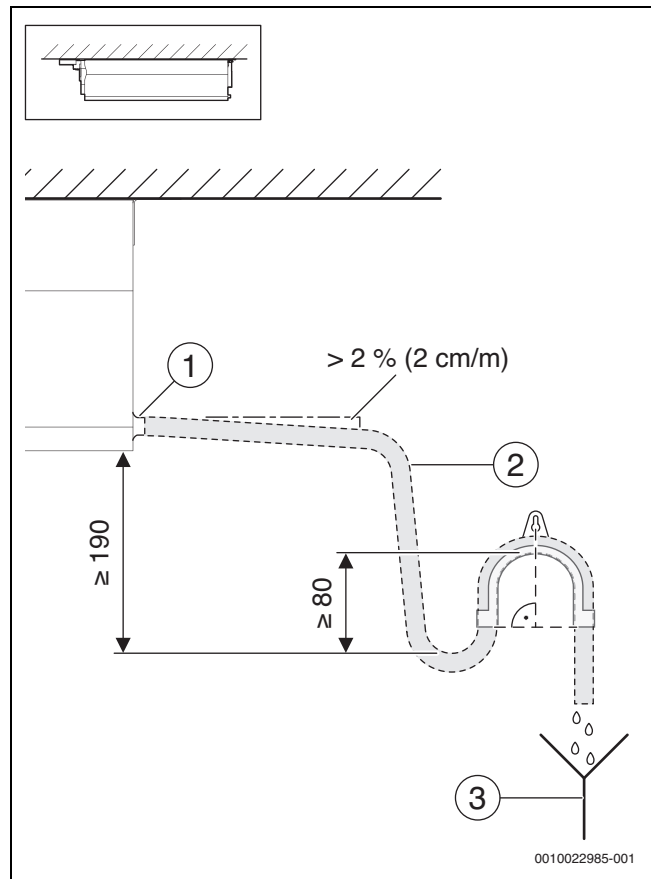

Bild 29 Kondensatableitung Deckeninstallation
- ▶ Siphon an geeigneter Stelle zwischen Gerät und Hauptsiphon anbringen. Siphon senkrecht montieren. Sperrhöhen gemäß Bild 29 und 30 beachten.
Legende zu Bild 29 und 30: